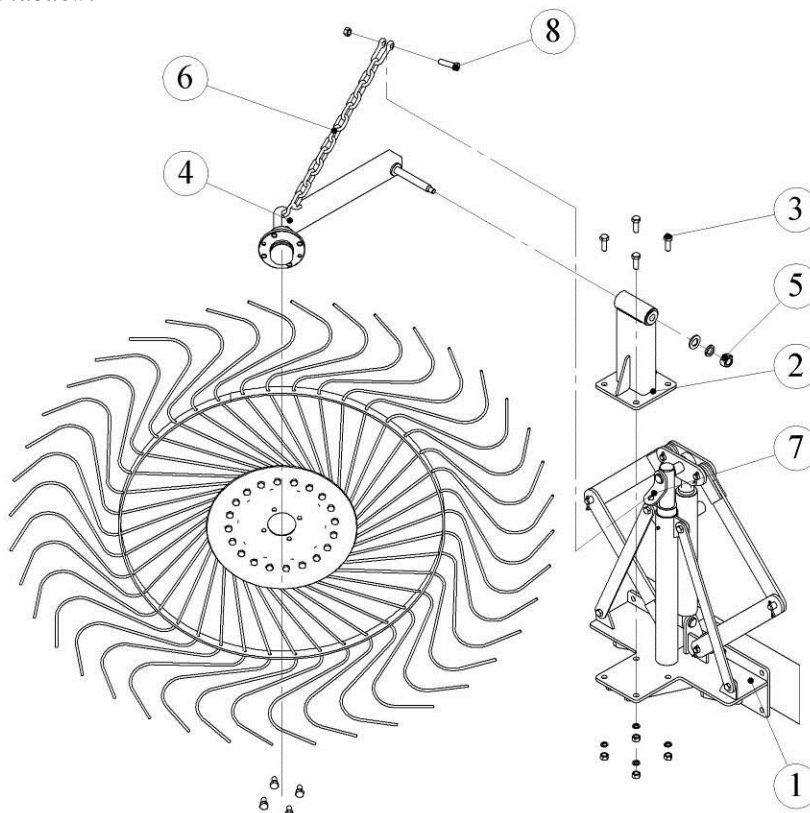

Рис. 4.5.1 Установка среднего рабочего колеса.
4.5.1. На заднее основание кронштейна гидроцилиндра (1) установите кронштейн среднего колеса (2) с помощью четырех болтов (3) М12х35, гаек М12, подложив шайбы пружинные (рис. 4.5.1).